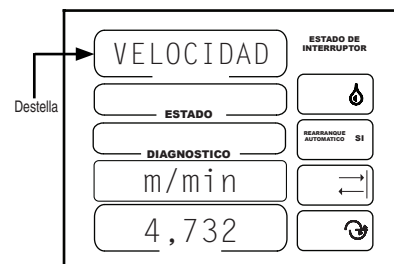

Figura 63-1
1. VELOCIDAD debe estar destellando. Vea la Figura 63-1.